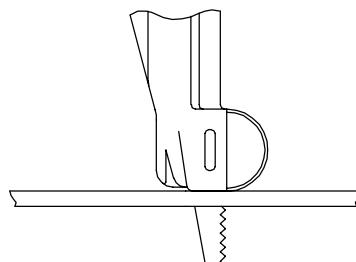

Bild 3
- Då metall sågas från en kant, skall sågen hållas enligt bild 3, samtidigt som sågen hålls stadigt mot underlaget för att hindra underlaget från att vibrera och klingen från att skaka. Då direkt sågning görs i metall skall man först measla eller borra ett hål att starta i.